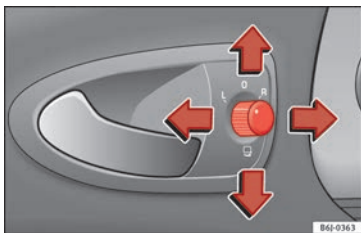

Fig. 131 Mando de los retrovisores exteriores.
1. En primer lugar, gire el mando » **fig. 131** hasta la posición **L (retrovisor izquierdo)**.
- Gire el mando » **fig. 131** hasta la posición  para plegar los retrovisores exteriores. Para evitar daños en el vehículo, debería